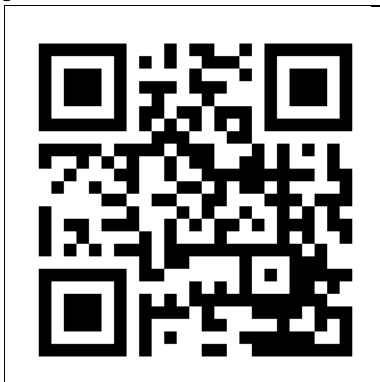

Abbildung 15
1. Öffnen Sie das Eurom Smart App-Handbuch mit dem QR-Code (Abbildung 15) oder gehen Sie zu www.eurom.nl/nl/manuals.